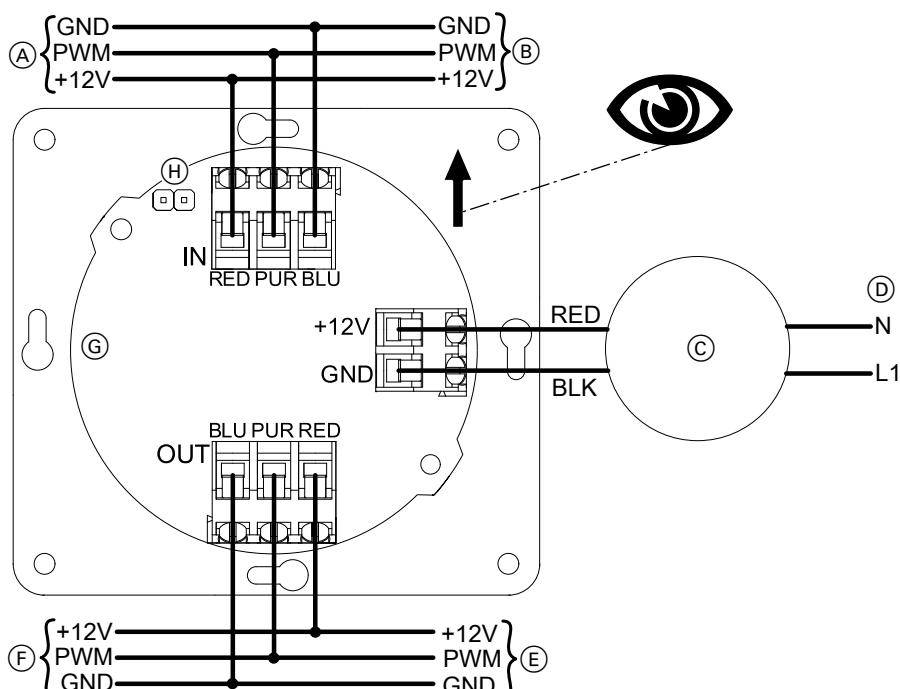

Abb. 17
- Ventilatoren der Lüftungsgeräte und Stromversorgung des Netzteils gemäß Abb. 17 anschließen.